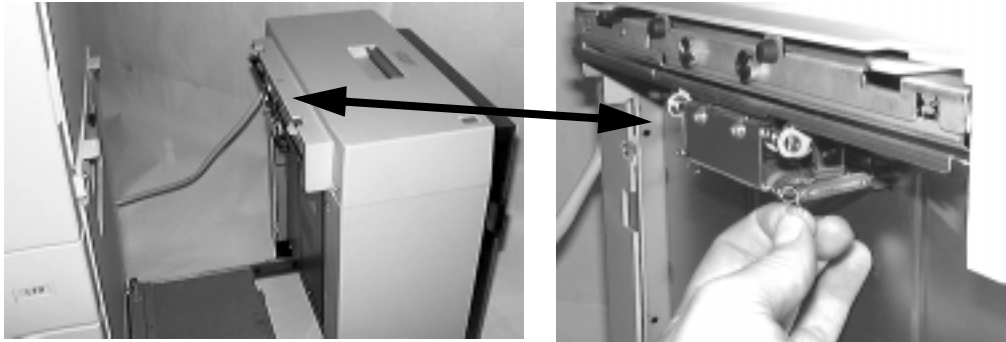

Figura 4-57 Parte posteriore e molle del gruppo dei rulli inferiore
3. Individuare la parte posteriore dell'HCI e rimuovere con cura le molle di ritenuta che forniscono tensione al gruppo dei rulli inferiore, come mostrato nella Figura 4-57. Notare come queste molle sono fissate al gruppo dei rulli inferiore.